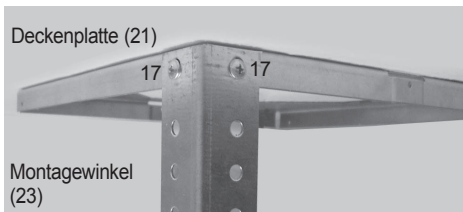

Abb. 16
Der Motorkasten (12) wird wie folgt an der Deckenplatte (21) befestigt (Abb. 16):
Motorkasten (12) mit den montierten Montagewinkeln (23) an die befestigte Deckenplatte (21) heben und einsetzen. Zur sicheren Befestigung je 2 Schrauben 3,5x10 (17) an jeder Ecke der Deckenplatte (21) einsetzen und festziehen (Abb. 16, 17).